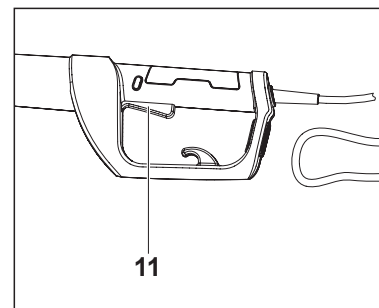

Fig. 3
2. Pliez la rallonge à environ 30 cm du bout. Faites passer la boucle dans le trou situé sur la protection arrière [15], puis accrochez-la sur le détendeur [14]. Vérifiez que la rallonge est bien accrochée en tirant dessus délicatement (fig. 3, 4).